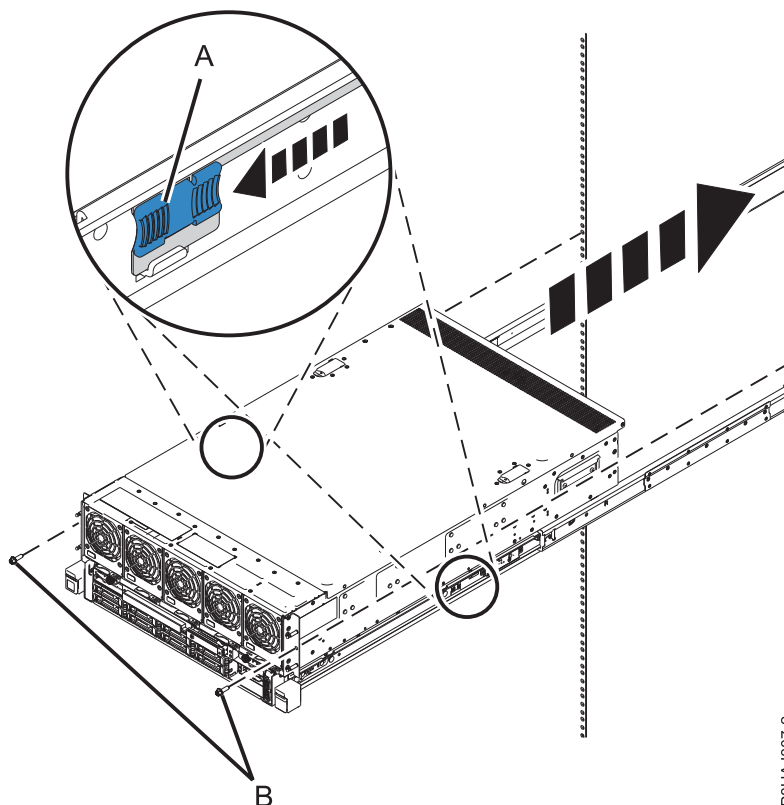

Abbildung 12. Verriegelungen in der Mitte der Schienen entriegeln und das System vollständig in das Rack drücken
7. Entriegeln Sie die Verriegelungen in der Mitte der Schienen und drücken Sie das System vollständig in das Rack (siehe Abb. 12 auf Seite 13).